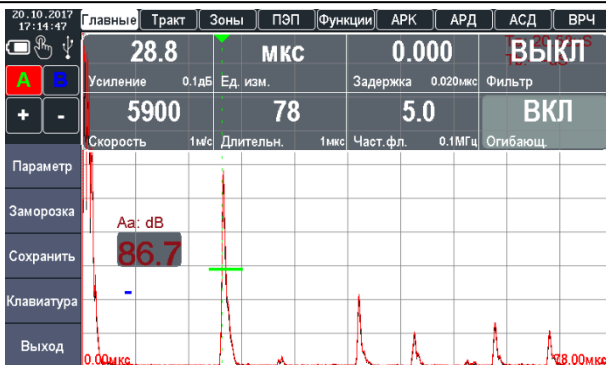

Рисунок 2.35 – Включение огибающей сигнала
7. Включить режим огибающей («ОГИБ.») и зафиксировать максимальную амплитуду сигнала в зоне А от первого (ближнего) отражателя (рис. 2.35).